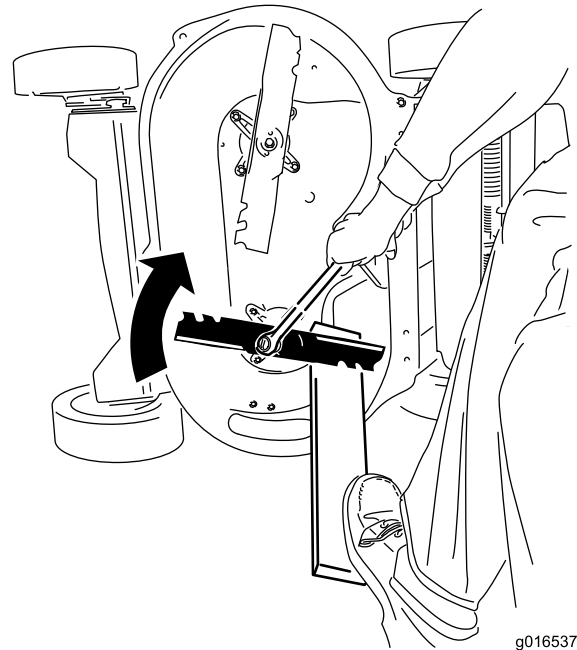

Figure 40
2. Immobilisez chaque lame à l'aide d'une planche et tournez le boulon de lame dans le sens horaire au moyen d'une clé dynamométrique comme montré à la Figure 40; serrez chaque boulon de lame à 82 N·m (60 pi-lb).